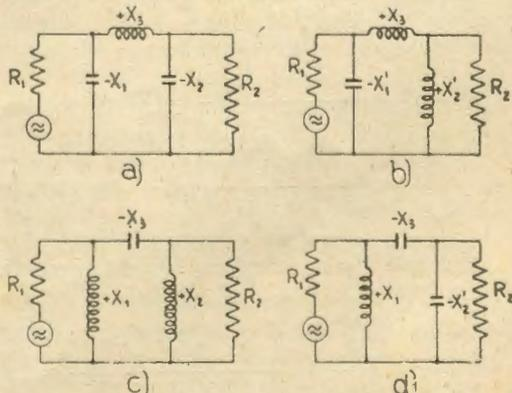

Fig. 8. - Possibili configurazioni di un quadripolo a pi-greco per un identico rapporto di trasformazione.
il cui significato fisico deve intendersi nel senso di stabilire la condizione di sufficiente accoppiamento fra carico e generatore, ove fossero infatti $X_3^2 > R_1 R_2$ l'accoppiamento risulterebbe insufficiente e non potrebbe essere raggiunta la condizione voluta di adattamento del carico al generatore. E' infine evidente che una volta scelto il valore di X_3 vi sarà una doppia coppia di valori per X_1 ed X_2 a seconda della scelta dei segni più o meno davanti al radicale e si avranno in conseguenza quattro casi o soluzioni come è indicato nella fig. 8.
Nel caso di amplificatori di trasmissione si da normalmente la preferenza al circuito di fig. 8-a) che ha le caratteristiche di filtro passa basso e può pertanto servire a raggiungere una certa riduzione delle armoniche; laddove invece si desiderasse per speciali motivi ottenere l'effetto opposto la soluzione da adottare sarebbe quella della fig. 8-c) corrispondente ad un filtro passa-alto.
Poco adatta si presenterebbe in tal caso la realizzazione del carico attraverso il solito circuito antirisonante e viene pertanto decisa l'adozione di un trasformatore a pigreco; dovendo lo stadio funzionare in telefonia con modulazione di griglia di soppressione l'impedenza di carico richiesta risulta essere di 2550 ohm, d'altra parte il carico deve essere trasferita la potenza generata è offerto da una linea di trasmissione avente un valore di impedenza caratteristica di 400 ohm. Viene scelta, per i motivi ormai noti, la configurazione di fig. 8-a), il valore limite della reattanza X_3 risulta dunque essere in base alla (11)